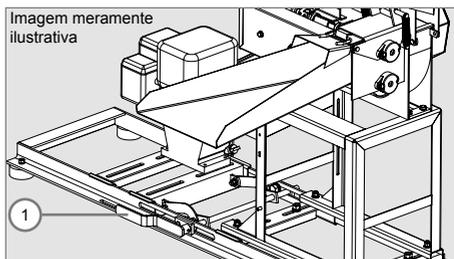

Figura 7
- ✓ Na posição de alívio, ligue o motor e após o motor elétrico ou a gasolina atingir sua rotação máxima, empurre a alavanca (1) do tencionador de correia na direção indicada na Figura 7.